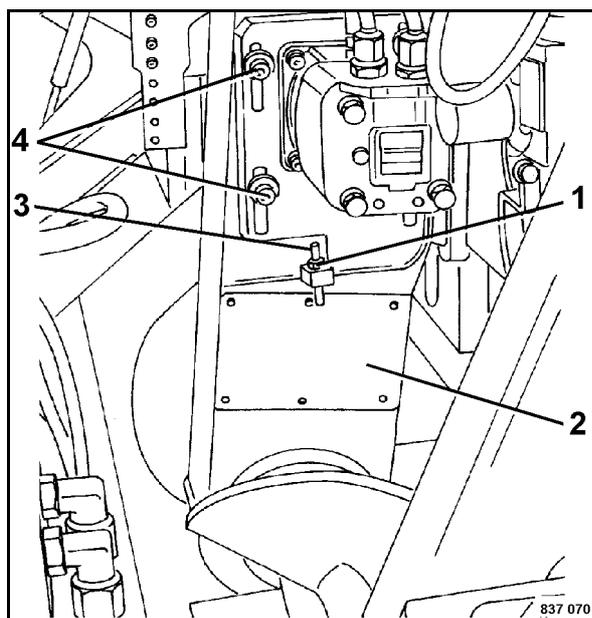

Fig. 163
- Rimuovere la copertura 2 (Fig. 163).
- Allentare le quattro viti di fissaggio (4).
- Ruotare il controdado (1) e il tirante a vite (3) fino a ottenere la tensione corretta.